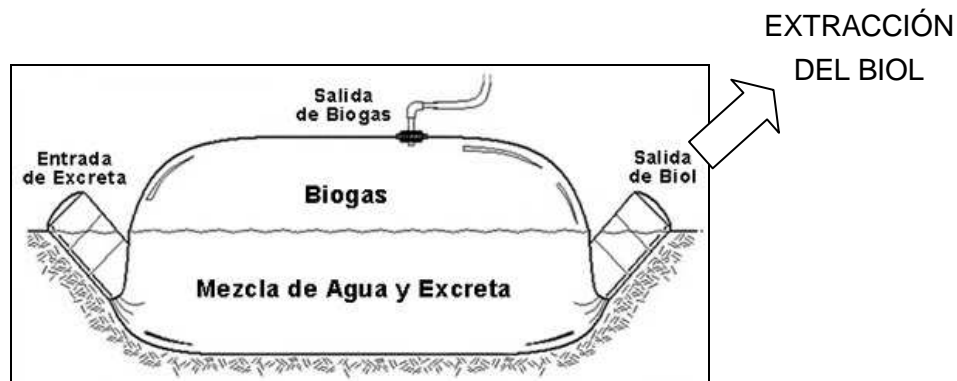

Figura D.7.- Sistema de extracción del bio en el biodigestor tubular.[5]
1. La figura D.7 muestra el procedimiento de extracción del biol en el biodigestor tubular, éste irá a parar a una poza donde se acumulará el biol hasta su transporte a los campos: